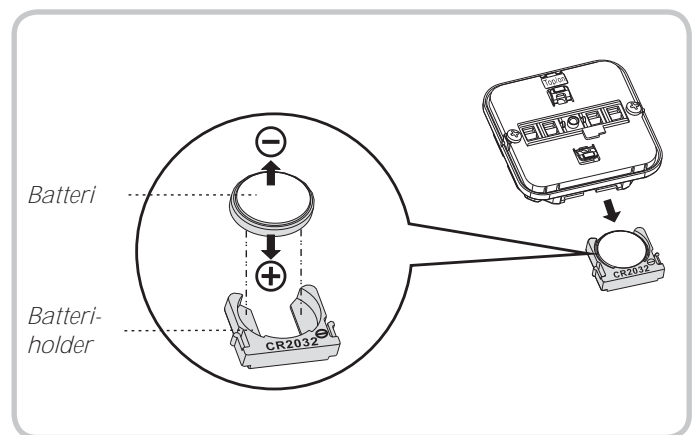

Fig. 31
- Bytt batteri (type CR2032, 3 V). Vær nøye med å plassere batteripolene riktig vei (se fig. 31).